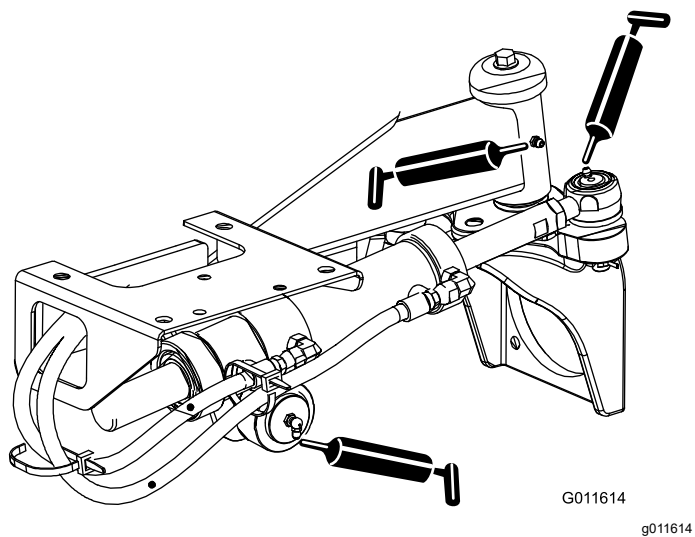

Figure 35
- Rotules de vérin de direction (2) et essieu arrière (1) – Figure 35